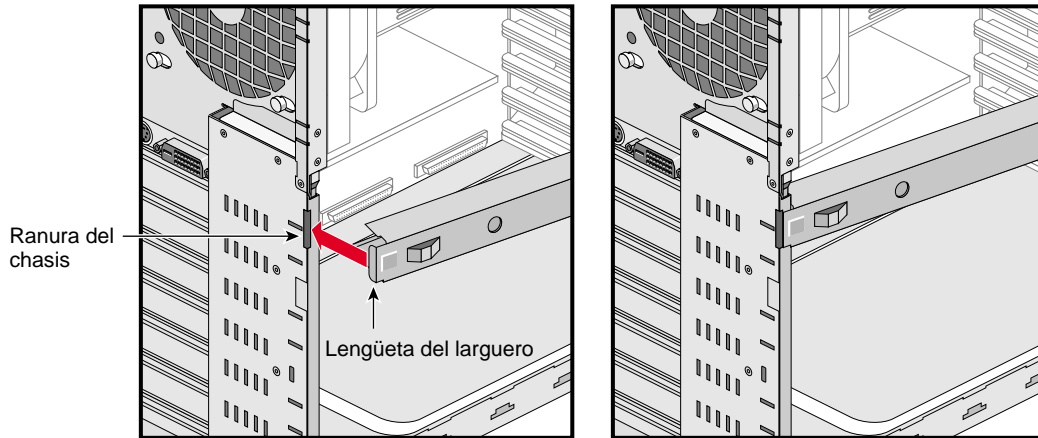

Figura 2-6 Ubicación de la lengüeta del larguero y ranura del chasis
1. Enganche la lengüeta del lado izquierdo del larguero en la ranura del chasis. La Figura 2-6 muestra la ubicación de la lengüeta del larguero y la ranura del chasis.
2. Mueva el larguero hacia el chasis hasta que la lengüeta de la derecha del larguero encaje en la ranura de la derecha del chasis. La Figura 2-6 muestra la ubicación de estas lengüetas y ranuras.